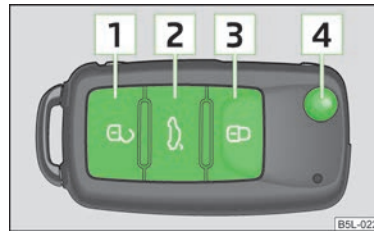

Fig. 13
- Apăsați tasta **1** » fig. 13.
- Apăsați tasta **3** » fig. 13.
- Apăsați tasta **3** » fig. 13 de două ori, în interval de 2 secunde. Informații suplimentare » pagina 28.
- Apăsați tasta **2** » fig. 13. Informații suplimentare » pagina 33, *deschis/inchis*.
- Apăsați tasta **4** » fig. 13.
- Apăsați tasta **4** » fig. 13 și rabatați înspre înapoi profilul cheii.
Descuierea autovehiculului este confirmată prin clipirea dublă a semnalizatoarelor. Dacă autovehiculul este descuiat de la tasta **1** » fig. 13 și în interval de 30 secunde nu se deschide nicio portieră sau capota portbagajului, autovehiculul se încuie din nou automat iar mecanismul de siguranță, respectiv instalația de alarmă antifurt se reactivează. Această funcție împiedică descuierea permanentă și neintenționată a autovehiculului.